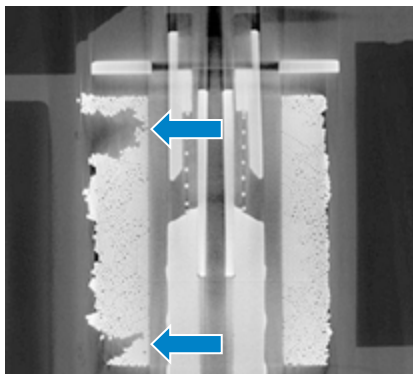

Fig. 7
- « La coupe tomographique laisse apparaître un mauvais enroulement » (fig. 7)